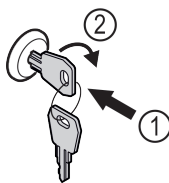

Fig. 180
- ▶ Uvucite ključ. Fig. 180 (1)
- ▶ Okrenite ključ za 90° nadesno. Fig. 180 (2)